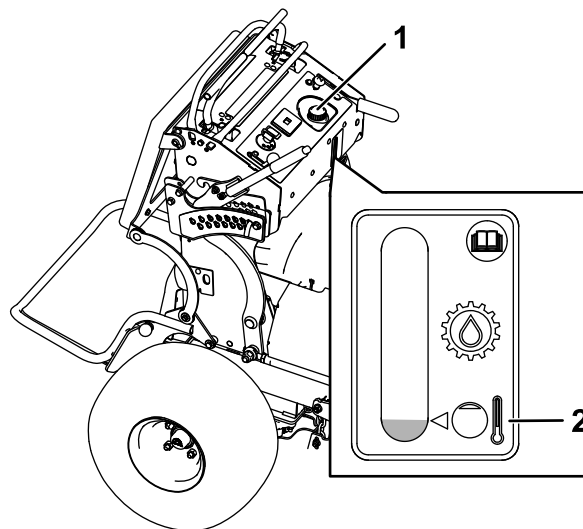

Figure 74
4. Nettoyez la surface autour du bouchon et du goulot de remplissage du réservoir hydraulique (Figure 74).
5. Enlevez le bouchon du goulot de remplissage (Figure 74).